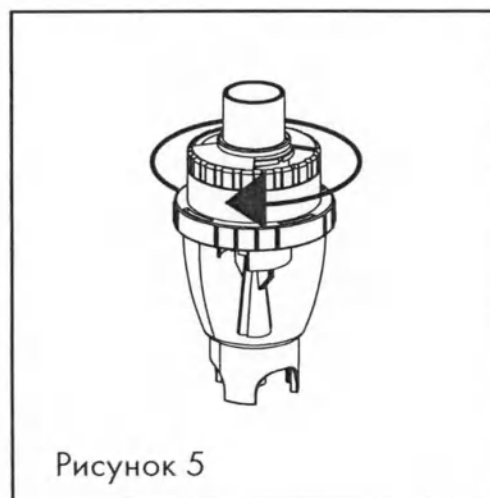

Рисунок 5
- Высокая скорость распыления (полностью открытые отверстия на поворотном кольце крышки ёмкости) предназначена для взрослых пользователей (большой объём лёгких). Низкая скорость распыления (закрытые отверстия на поворотном кольце крышки ёмкости) больше подходит для грудничков и детей. Для регулировки скорости распыления поверните кольцо, расположенное на крышке ёмкости для лекарства, тем самым открывая или закрывая отверстия (рисунок 5).